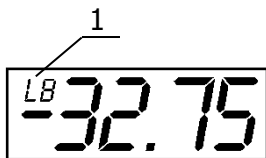

Рисунок 3 Признак разряда батарей
2.4.1 Периодичность замены элементов питания зависит от типа используемых батарей и режима работы термометра. Современных щелочных элементов должно хватать на несколько месяцев автономной работы прибора. В случае использования термометра, подключенного к компьютеру, потребляемый прибором ток несколько возрастает и требуется более частая замена элементов питания. Признаком необходимости замены батарей служит появление символа 1 — «LB» на табло термометра (рисунок 3).